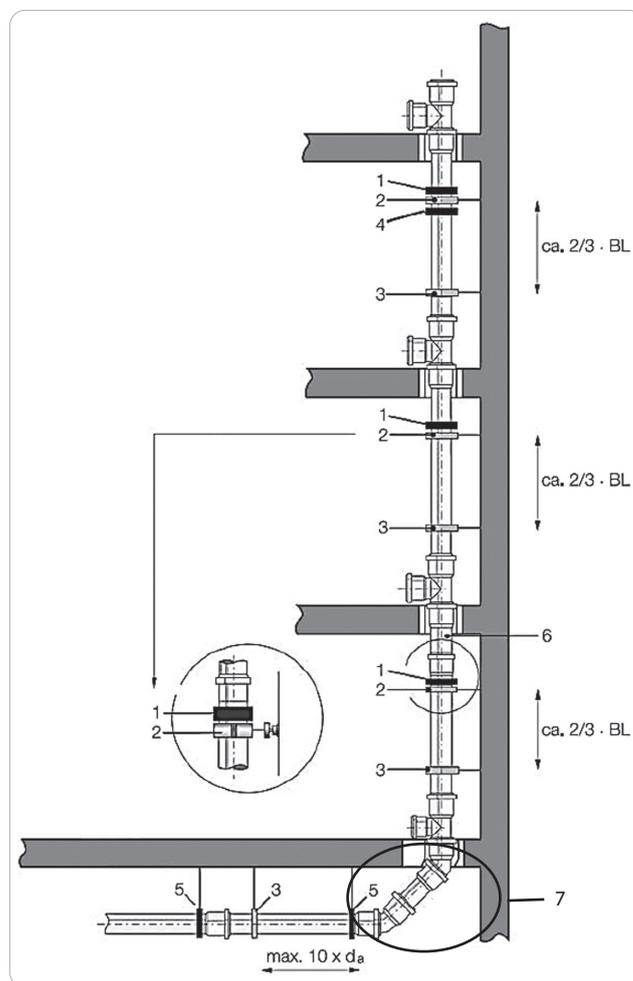

Fig. 5 Schema di installazione condotta discendente
La fig. 5 mostra uno schema relativo al fissaggio di una condotta discendente insonorizzata con SILENZIO PLUS.
- 1° Il passaggio dalla condotta discendente alla condotta di raccolta si effettua con 2 curve da 45° e un tratto di smorzamento (tubo SILENZIO PLUS da 250 mm). **Fig. 5**